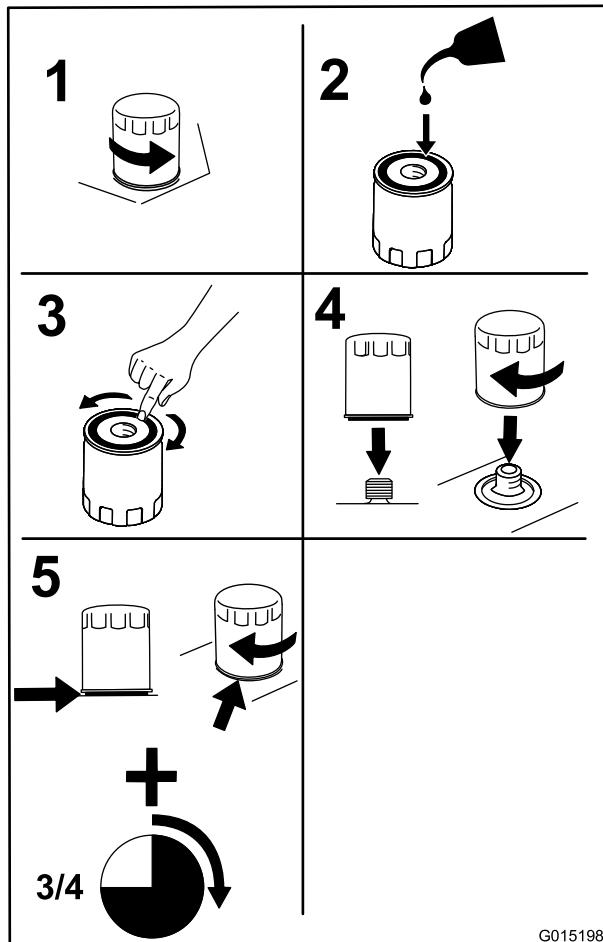

Figura 51
3. Cambie el filtro de aceite del motor (Figura 51).